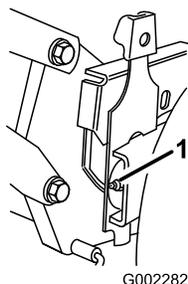

Figure 24
2. Essayez les graisseurs à l'aide d'un chiffon propre (Figure 24).
3. Raccordez une pompe à graisse à chaque graisseur et injectez deux ou trois jets de graisse universelle au lithium N° 2 (Figure 24).